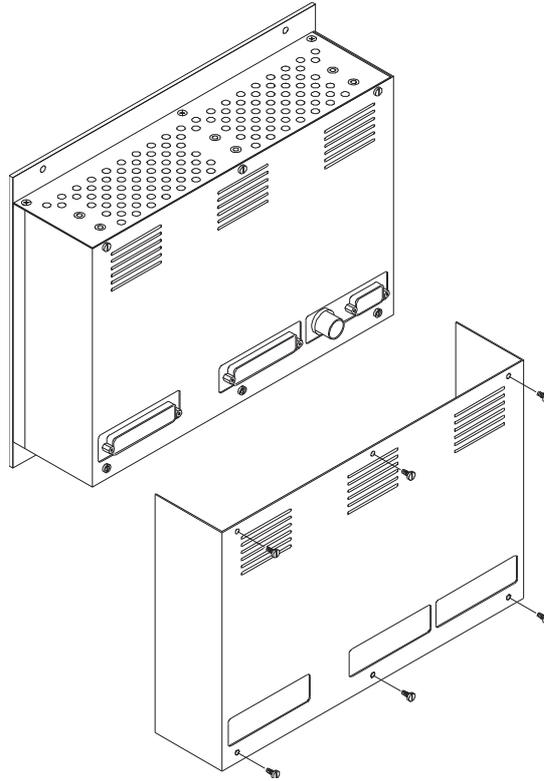

Bild D 8-23: Befestigen des hinteren Abdeckbleches
17. Montieren Sie das hintere Abdeckblech mit sechs Schrauben (Bild D 8-23).